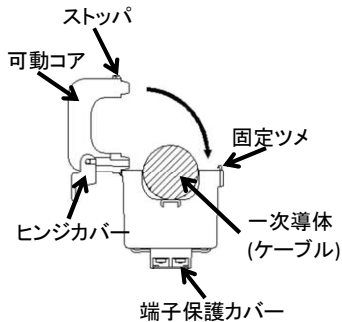

図1
- 1) 可動コアの固定つめを押し、噛み合わせをはずして可動コアを開いてください(図 1)。この時、ヒンジカバーは自動的に開きます。電流センサの取付け方向(図 3 の電源側, 負荷側)を間違えないようK, Lの記号を確認して、ケーブルを下からくぐらせます。
△注意	・電流センサの取付け方向を間違えないようにしてください。K→L の方向です。K: 電源側 L: 負荷側を示します。 ・可動コアを移動方向(図 1 記載)以外の方向に曲げないで下さい。電流センサが破損する可能性があります。